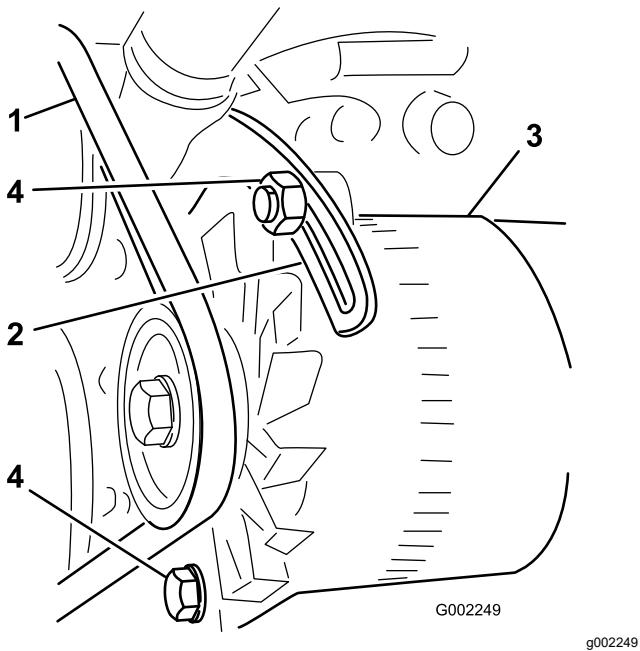

图 106
3. 松开交流发动机枢轴点上的皮带松开将发电机固定到带槽支架上的螺栓图 106。